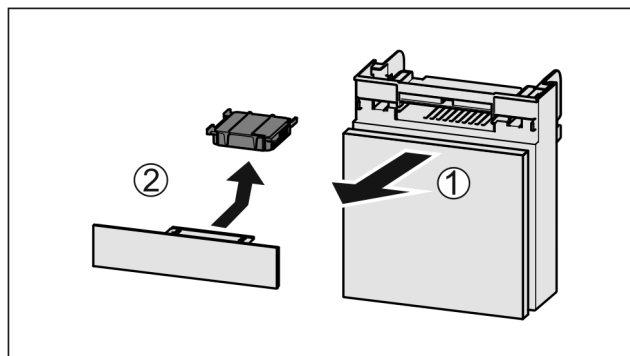

Fig. 35
- Estrarre il vano tirando in avanti Fig. 35 (1).
- Rimuovere il filtro a carboni attivi Fig. 35 (2).